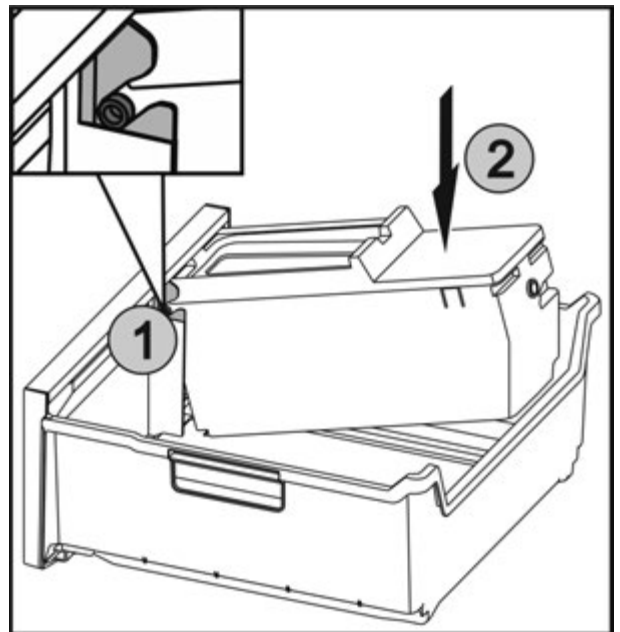

Fig. 54
- ▶ Вставити осі Fig. 54 (1) на EasyTwist-Ice у напрямні та натискати на задню сторону Fig. 54 (2) до фіксації накладки.